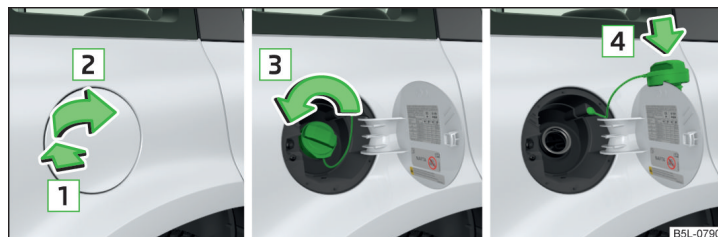

Fig. 157 Ouvrir la trappe du réservoir/Dévisser le bouchon du réservoir/
Le type de carburant prescrit pour votre véhicule est indiqué sur la face intérieure de la trappe du réservoir » fig. 157 à la page 187.
- Appuyer » fig. 157 sur la trappe du réservoir dans le sens de la flèche **1**.
- Appuyer » fig. 157 sur la trappe du réservoir dans le sens de la flèche [1].